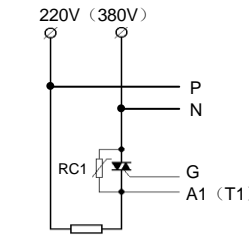

图 10: C2 型应用一
3. C2、C7、C8 类型采用传统触发方式，触发有极性且必须接同步信号线，请严格参照前文图 10、11、13、14 相关接线图连接。